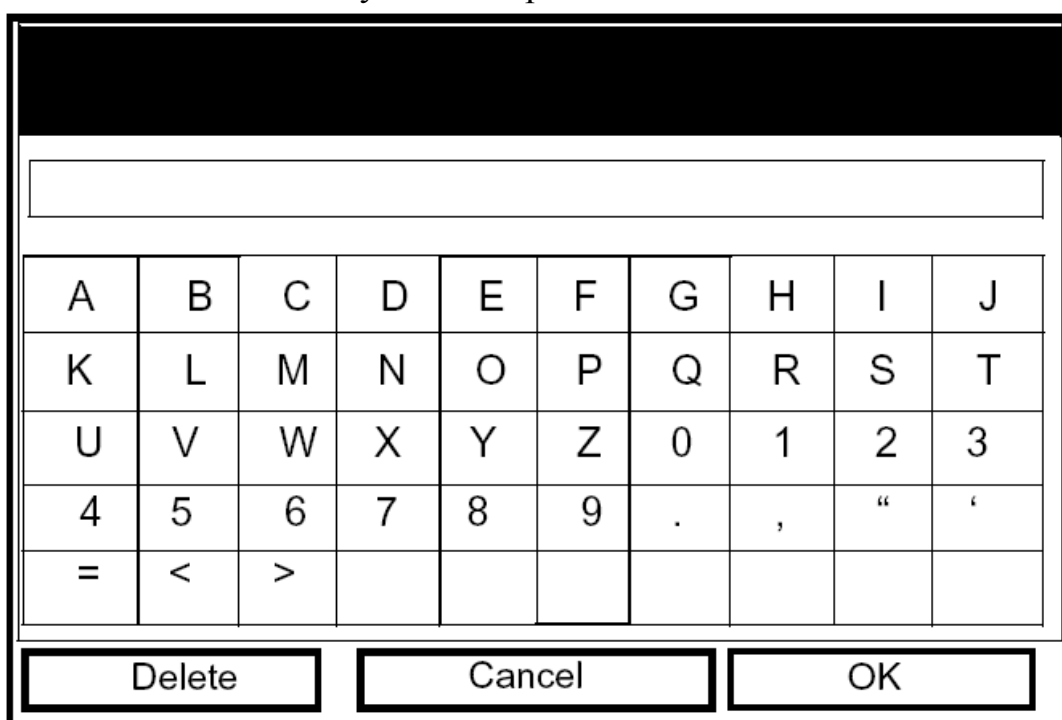

Рис. 4-22: Окно создания текста
- а. Нажмите клавишу [ENTER] для открытия окна создания текста, подобное показанному ниже на рис. 4-22.